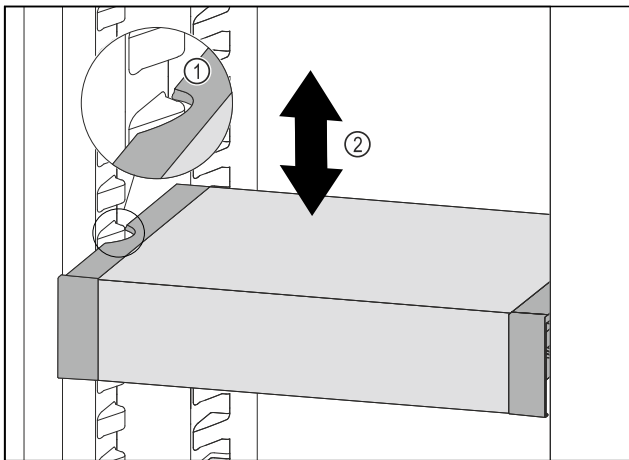

Fig. 82
- ▶ VarioSafe nach vorne ziehen, bis sich die seitlichen Aussparungen des VarioSafes auf Höhe der Behälterrippe im Kühlteil befinden. Fig. 82 (1)
- ▶ VarioSafe im Kühlteil nach oben oder unten bewegen, bis gewünschte Höhe erreicht ist. Fig. 82 (2)